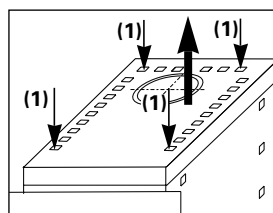

Abb. 12
Feuerraumdeckel von oben über die Konvektionsluftöffnungen (1) lösen und den Feuerraumdeckel abnehmen (siehe Abb.12).